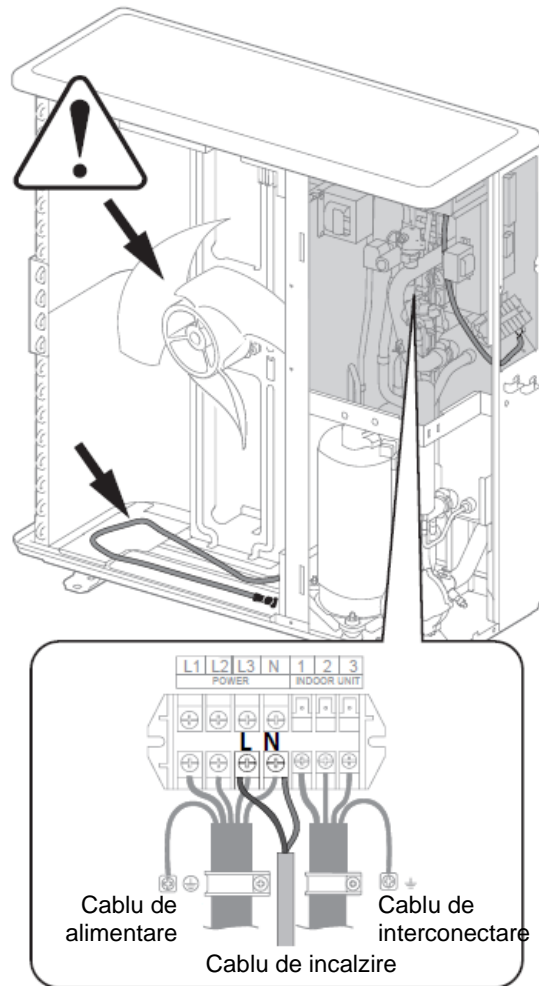

fig. 41 - Montarea cablului de incalzire
- Reperati partea de incalzire (a se vedea fig. 41).